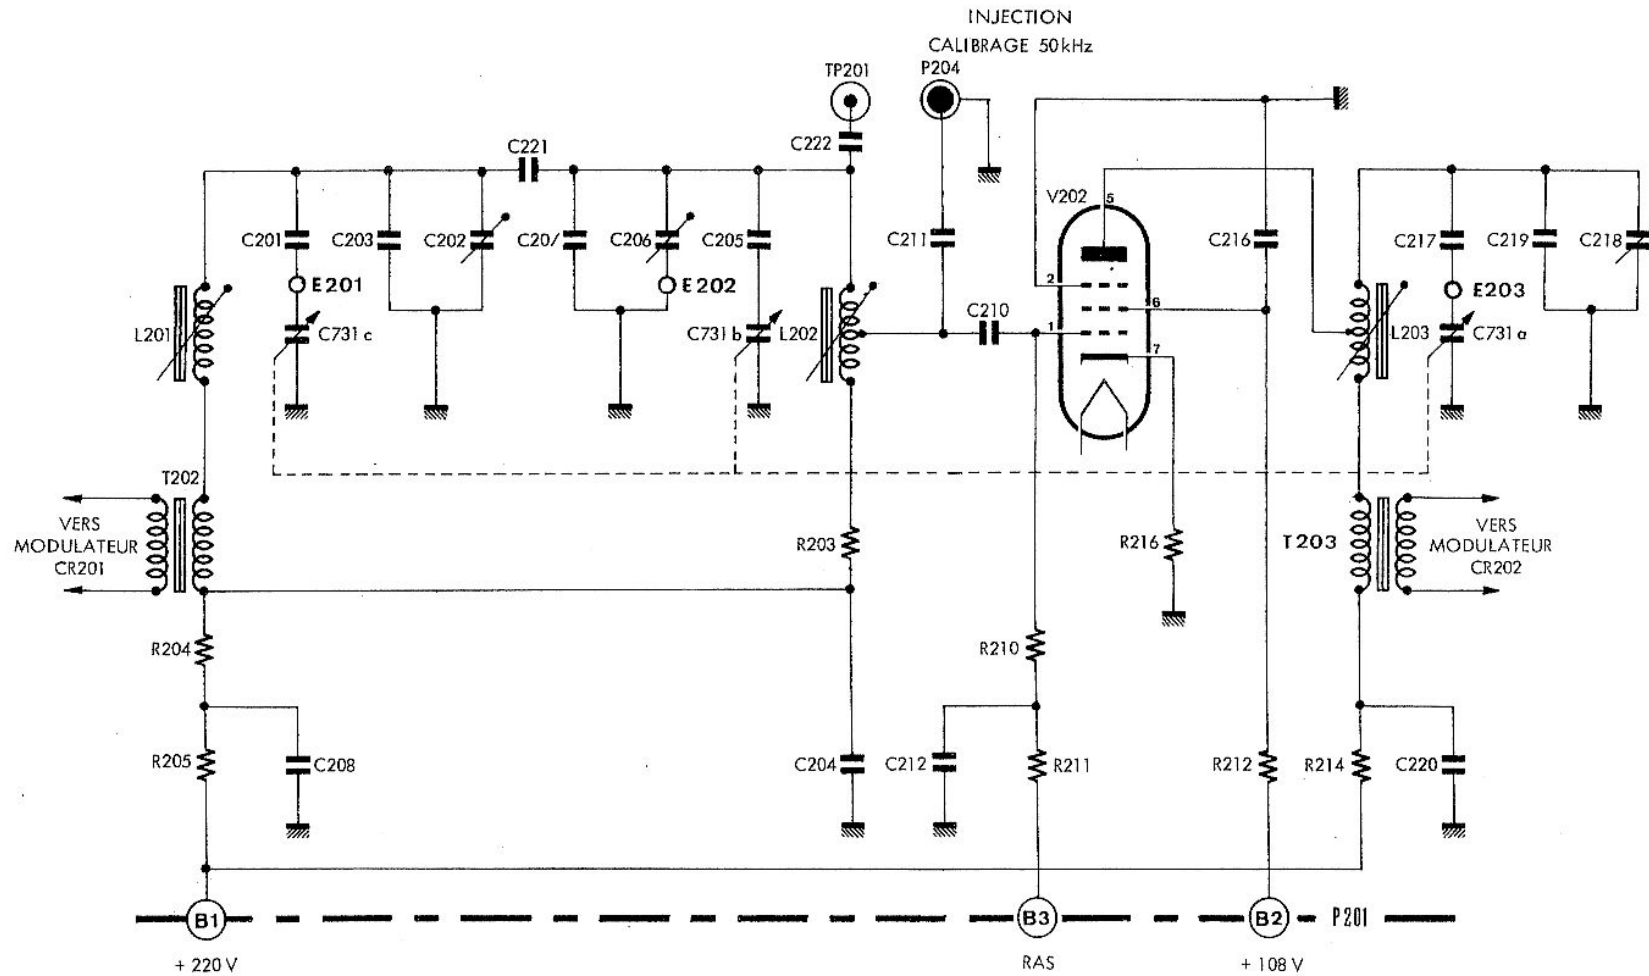

Fig. 11 AMPLIFICATION M.F.2 (Réception)
2.1.8. AMPLIFICATEUR A MOYENNE FREQUENCE VARIABLE M.F.2. (fig. 11 et groupe 02 - planche 5)